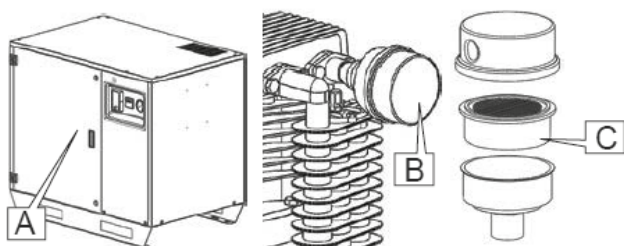

Fig. 13
- 3 Maacht d'Dier mam ausgestatteten Schlëssel Pos. A Fig.13 op.
- 4 Schraubt den Deckel Pos.B Fig.13 of, huet d'Patroun eraus a ersetzt se duerch eng nei.